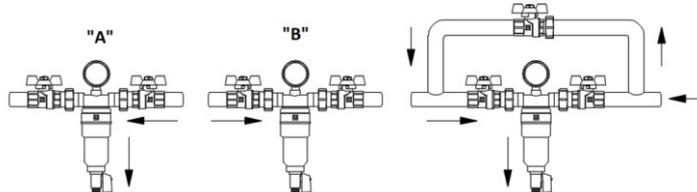

Рис. 1
3. До и после фильтра необходимо устанавливать запорную арматуру, чтобы была возможность снять фильтрующие элементы см. рис. 1). Для большей эффективности фильтровальной промывки (обратной промывки) предпочтительно иметь байпасную секцию с краном (байпасом) (см.рис.1"С").
"А" - Перекрыть выпускной клапан. Откройте сливной кран и слейте осадок в канализацию вместе с определенным количеством сетевой воды. При этом оставшиеся на сетке частицы в основном не удаляются из фильтра. Удаляется только шлам, оседающий на дне колбы (рис. 1)
"В" - Убедитесь, что все дозаторы воды закрыты. Перекрыть впускной и выпускной клапаны фильтра. Откройте сливной клапан фильтра, при этом давление в колбе упадет, а вода из колбы будет полностью удалена. Откройте выпускной клапан фильтра. При этом остаточное давление в трубопроводах после фильтра будет в какой-то мере сбивать прилипшие к сетке частицы (рис. 1). "С" - третий и наиболее эффективный метод промывки требует наличия байпасного трубопровода (байпасного). При нулевом заборе воды впускной клапан фильтра закрывается, а выпускной клапан и перепускной клапан открываются. При открытии сливного клапана сетевым потоком фильтр промывается повторно в течение 4-5 секунд.